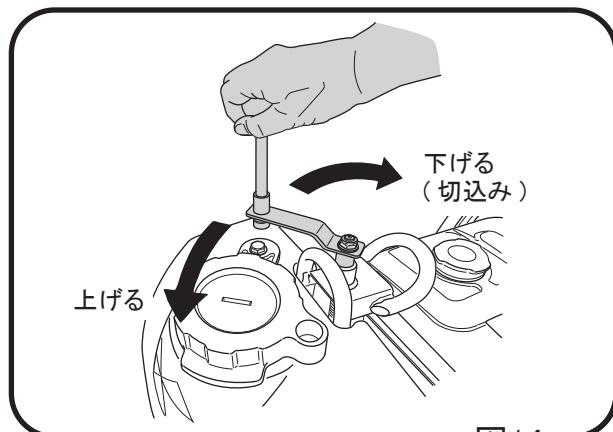

図14
- 4 昇降ハンドルを時計（右）方向にゆっくり回してブレード切削面に接触した所で、水タンクの右後方（操作者側から見て）にある切り込みゲージを確認し、ゆっくりと希望する深さまでブレードを切り込ませて下さい。（図 14）